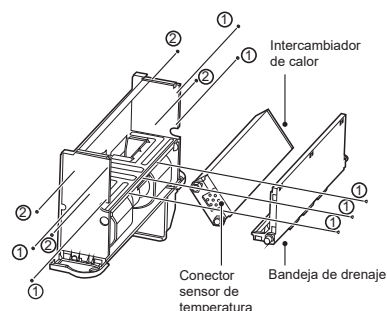

Figura 4-8 Extracción de bandeja de drenaje e intercambiador de calor
- Como se muestra en la Figura 4-8, quite los tornillos ① * 7 para sacar la bandeja de drenaje. Luego, retire los tornillos ② * 4 para sacar el intercambiador de calor.